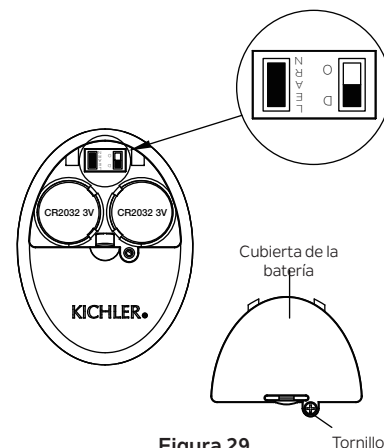

Figura 29
De lo contrario, el control remoto no funcionará. Para realizar este proceso manualmente, siga los pasos a continuación: Después de instalar y cablear la unidad, restaure la energía a su ventilador, presione y mantenga presionada la tecla LEARN (Aprender) durante 1-3 segundos, el ventilador se encenderá a velocidad media y la luz (si está instalada) se encenderá. Esto confirma que se ha completado el proceso de aprendizaje. Esta operación debe completarse dentro de los 30 segundos después de restaurar la energía al ventilador. (Figura 29)
NOTA: Asegúrese de que el interruptor deslizante en el compartimiento de la batería marcado “D O” esté en la posición “D”. (Figura 29)
Paso 4. Vuelva a colocar la cubierta de la batería y apriete con un destornillador. (Figura 29)